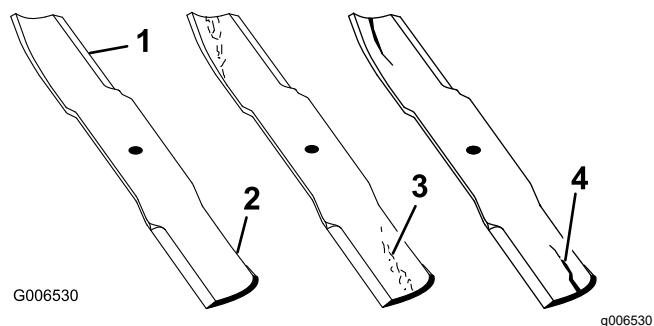

Figure 52
- Examinez le tranchant des lames (Figure 52).
- Remplacez immédiatement toute lame fendue, usée ou qui présente une entaille sur cette partie (Figure 52).